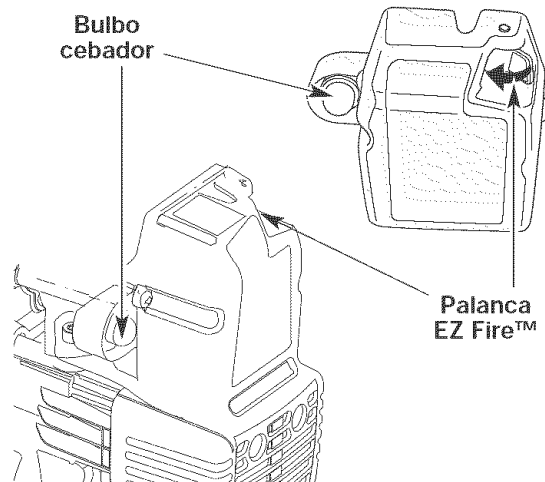

Fig. 9
3. Oprima completamente el cebador y suéltelo 10 veces. Hágalo lentamente. Se deberá ver un poco de **combustible en el cebador** y en las tuberías de alimentación de combustible (Fig. 9). Si no puede ver el combustible en el cebador, oprímalo y suéltelo tantas veces como sea necesario hasta que vea combustible en el mismo.
4. **Empuje la Palanca EZ Fire™ hacia la primera bombilla** hasta que haga un clic y quede trabada en su lugar (Fig. 9).